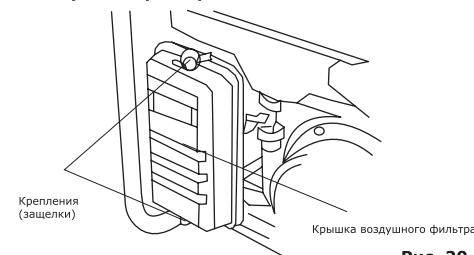

Рис. 20
- Проверьте величину зазора между заземляющим и центральным электродами, используя специальный щуп. При необходимости установите зазор 0,76 мм (рис. 20).